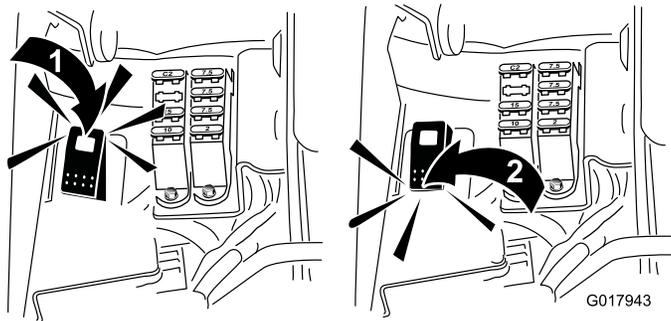

Figura 53
5. Ponga el interruptor de autoafilado en la posición de marcha atrás (R) (Figura 53).